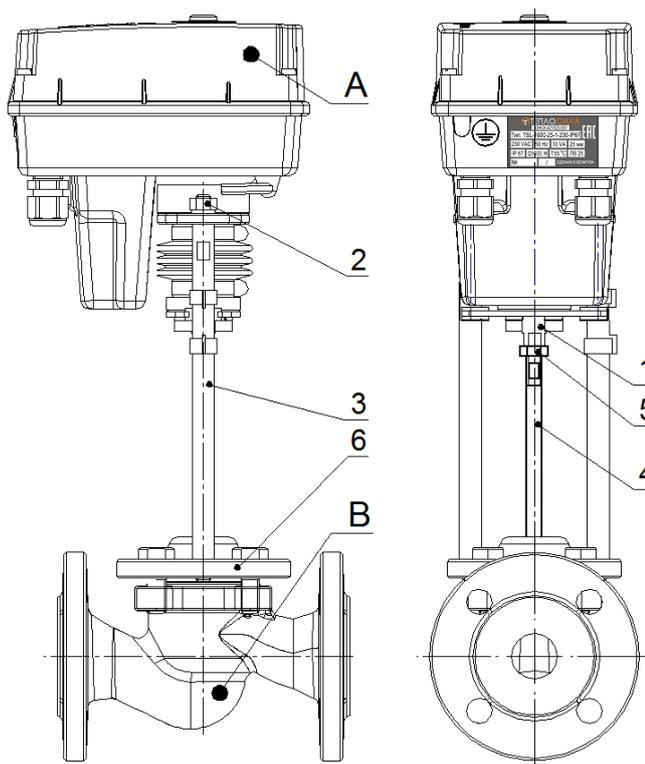

Рисунок 2 - Механическое присоединение в столбиковом исполнении
3.1.1 Механическое присоединение в столбиковом исполнении (см. рисунок 2).